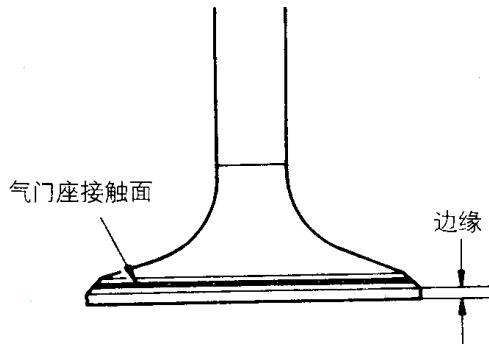

图 2-60 检查气门头边缘厚度
(2) 检查气门接触面是否正常。如果不正常则可用气门表面整修器进行修整, 使气门面中心与气门座的接触能保持均匀。
(3) 如图 2-60 所示, 检查气门头边缘厚度。进气门头边缘厚度标准值为 1.2mm, 排气门头边缘厚度标准值为 2.0mm。进气门头边缘厚度极限值为 0.7mm, 排气门头边缘厚度极限值为 1.5mm。如果边缘超过检修极限值, 更换气门。